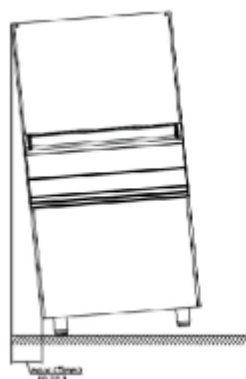
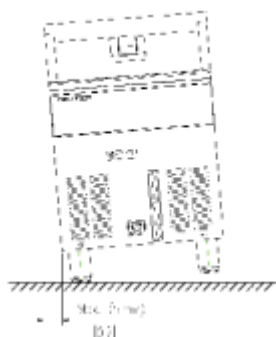

Рис. 3
Рис. 5
3. Поставьте льдогенератор на место эксплуатации и отрегулируйте его положение ножками. См. рис. 3 и рис. 5.